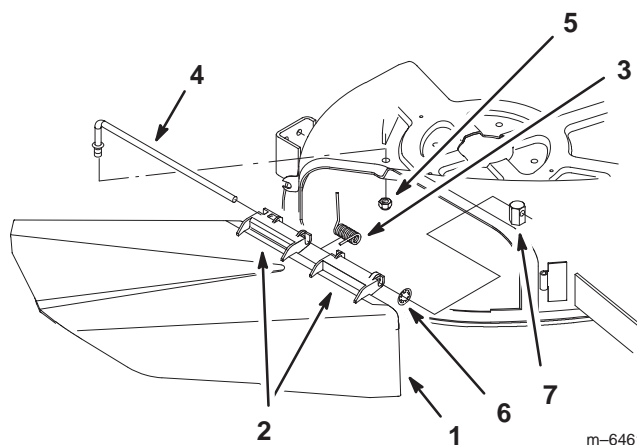

Figure 49
1. Repérez les éléments illustrés dans la Fig. 49.
2. Retirez l'écrou (3/8 pouce) de la tige, sous le plateau de coupe (Fig. 49).
3. Sortez la tige de la courte cheville de positionnement, la rondelle-frein intérieure, le ressort et le déflecteur d'herbe (Fig. 49). Enlevez le déflecteur s'il est endommagé ou usé.
4. Reposez le déflecteur d'herbe et la rondelle-frein intérieure (Fig. 49).
6. Placez le ressort sur la tige, les fils d'extrémité dirigés vers le bas, entre les supports du déflecteur d'herbe. Insérez la tige dans le deuxième support du déflecteur d'herbe et la rondelle-frein intérieure (Fig. 49).
7. Insérez la tige à l'avant du déflecteur dans la courte cheville de positionnement sur le plateau. Fixez l'extrémité arrière de la tige dans le plateau de coupe à l'aide d'un écrou (3/8 pouce) (Fig. 49).